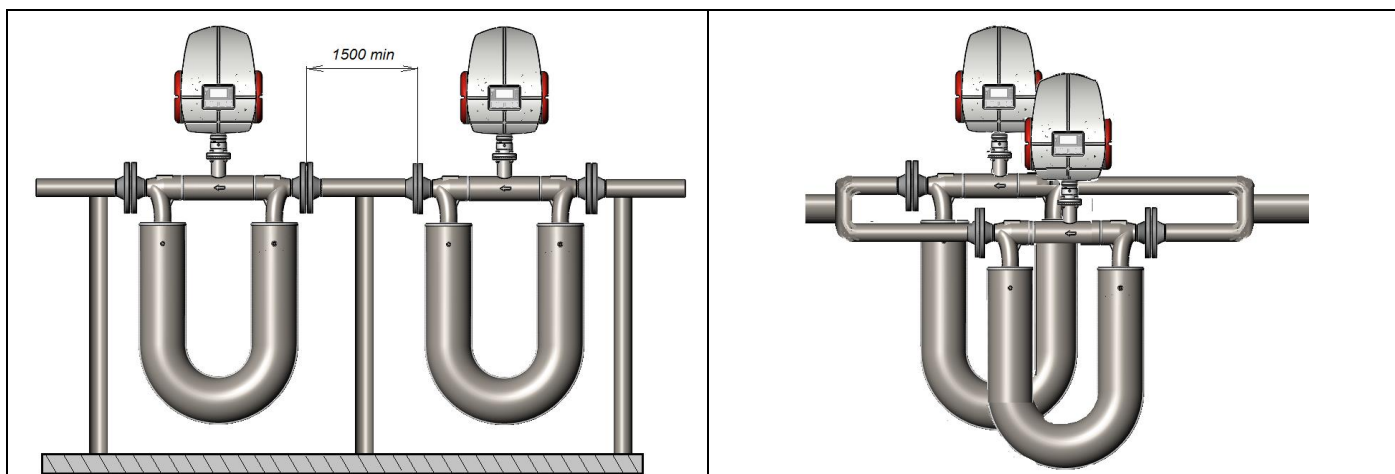

Рисунок 6 – Последовательный и параллельный монтаж расходомеров
2.2.7 Высокий уровень устойчивости к помехам позволяет осуществлять монтаж нескольких расходомеров на расстоянии не менее 1,5 м от друг друга. Расходомеры допускается устанавливать как последовательно, так и параллельно, см. рисунок 6.